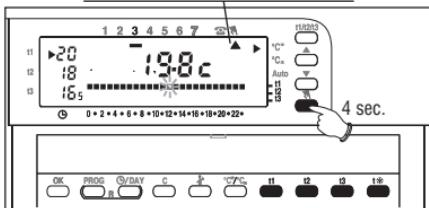

Fig. 35
- Mantenere premuto (circa 4 sec.) il tasto ☰ fin quando l'indice ▲, sotto il simbolo ☰, diventa fisso, il livello di temperatura in corso è applicato a tutte le 24 ore (fig. 35).